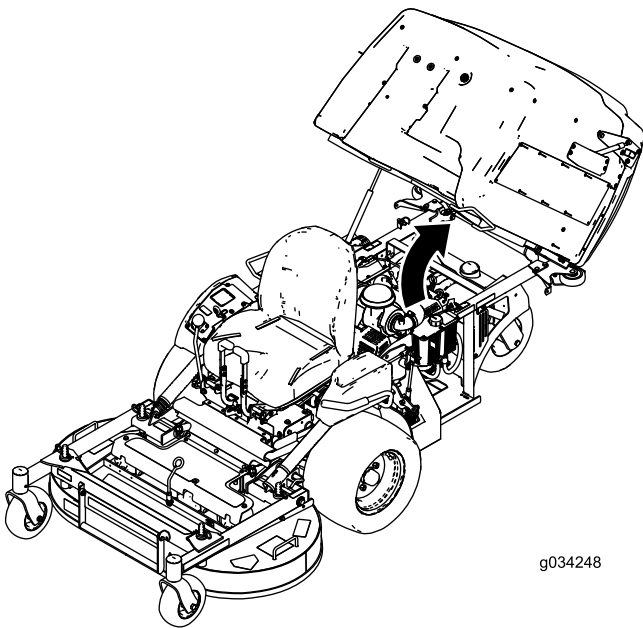

Bild 30
2. Heben Sie die Fangbox (Bild 30) an.